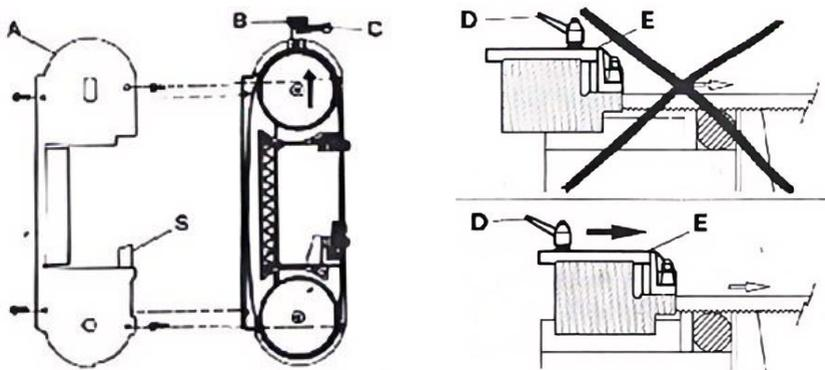

Figura: 1 Figura: 2
1. Ajuste de la tensión de la cuchilla (Fig. 1)